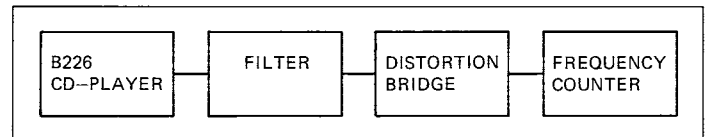

Fig. 4.17
→ Fig. 4.17
- Messaufbau nach Fig. 4.17 mit Klirrfaktor-Messfilter am Ausgang VARIABLE OUTPUT [2].